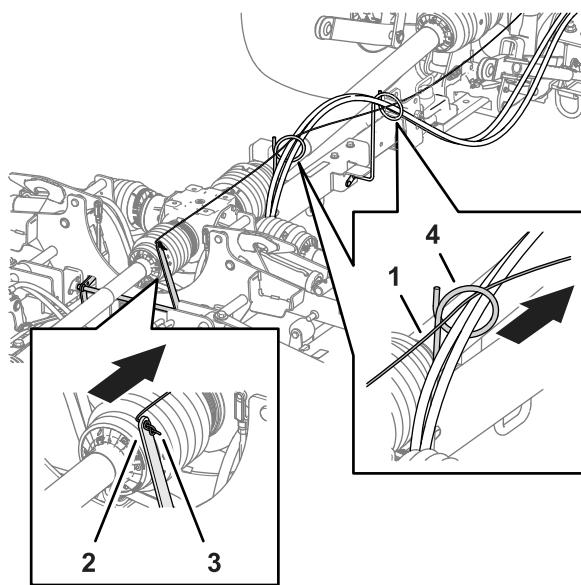

Рисунок 12
- Проложите свободный конец троса фиксаторов дек от рычага фиксатора через 2 направляющие шланга (Рисунок 12).